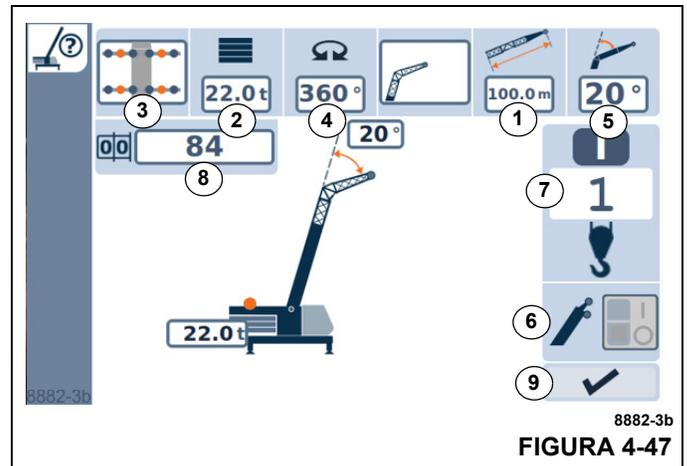

FIGURA 4-47
- Introduzca los componentes individuales (1, Figura 4-47) a (6), uno tras otro.
- O introduzca el código de RCL (8) y el enhebrado (7).